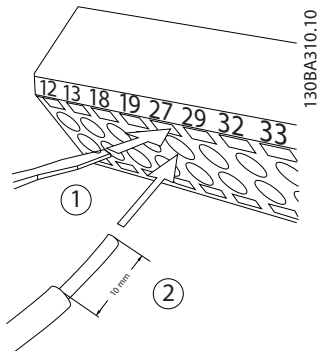

Abbildung 2.16 Anschluss der Steuerleitungen
1. Öffnen Sie den Kontakt, indem Sie einen kleinen Schraubendreher in die rechteckige Öffnung über bzw. unter dem entsprechenden Kontakt einführen und damit die Klemmfeder öffnen (siehe *Abbildung 2.16*)